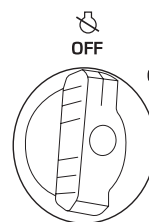

Abb. 3
3. Stellen Sie den Multifunktions-Drehknopf in die Position „OFF“ (Abb. 3).